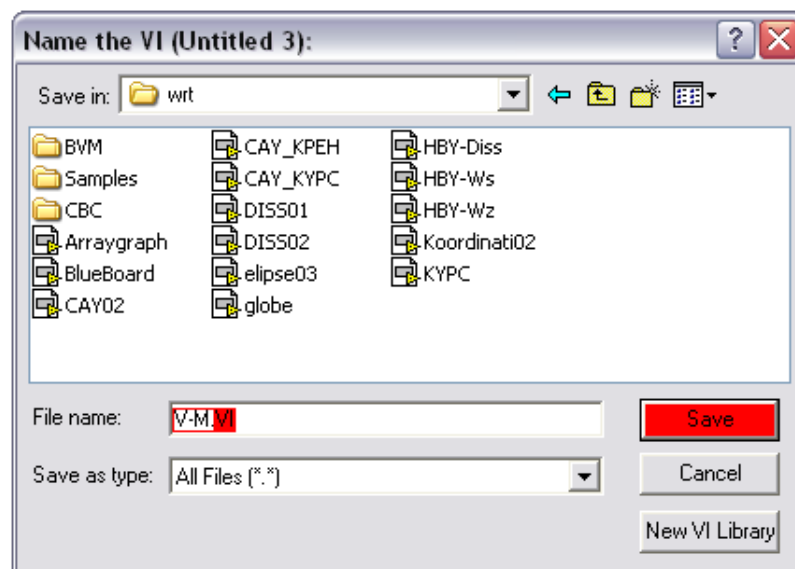

Рисунок 3.22 - Записать имя ВП и расширение .VI
17. Сохранить созданный субВП, используя “Save” As...” («Сохранить как...») из меню “File” «Файл». Записать имя ВП и расширение .VI – (V-M.VI) (рисунок 3.22).